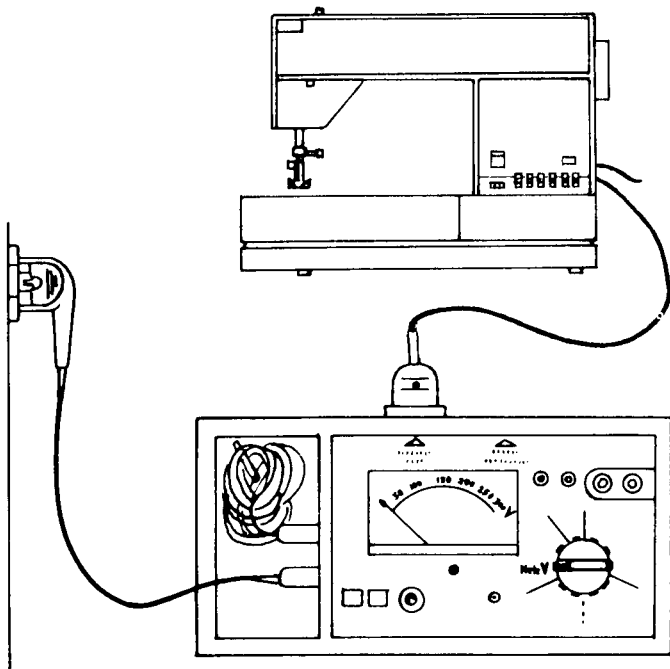

Fig. 60
- Stecker der Nähmaschine in die linke Steckdose des Metratesters stecken (Abb. 60).
- oder bei $110\text{ V} = 110\text{ V} \pm 10\%$ (siehe Abb. 60).
- Insert the plug of the sewing machine in the left socket of the Metratester (Fig. 60).
- Engager la fiche de la machine à coudre dans la prise gauche du Metratester (fig. 60).